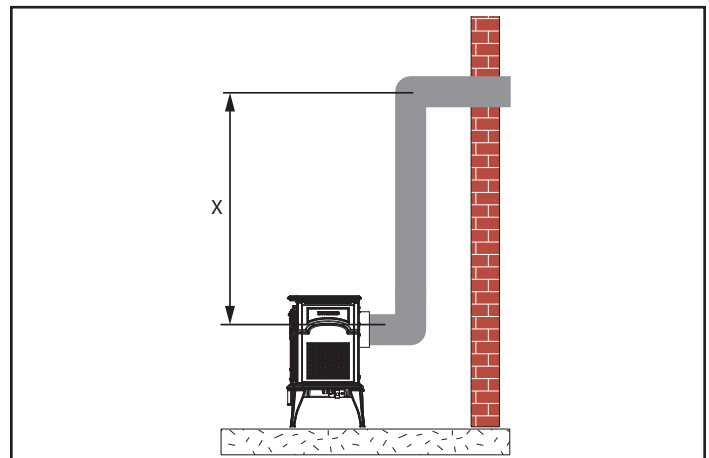

Figure 3.11 – Exigences quant à la hauteur verticale
3. Placez le poêle en position. Mesurez la hauteur verticale (X) requise de la base des collets de conduit de cheminée jusqu'au centre de l'ouverture du mur (figure 3.11).